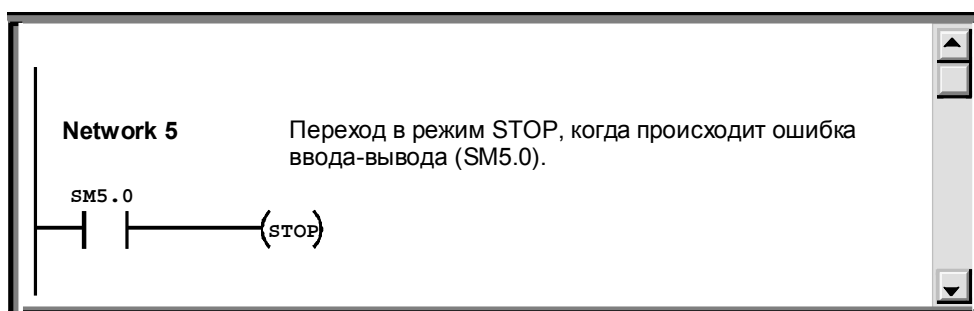

Рис. 4–26. Проектирование программа для обнаружения нефатальных ошибок
- Ошибки выполнения программы. Ваша программа может создавать состояния ошибки во время своего выполнения. Например, указатель косвенного адреса, который был действительным, когда программа компилировалась, может быть изменен во время выполнения программы так, что станет указывать на адрес вне допустимого диапазона. Это считается ошибкой программирования, проявляющейся при выполнении программы. Чтобы определить, какого типа ошибка произошла, используйте диалоговое окно, показанное на рис. 4–25 на странице 4–44.
Когда CPU обнаруживает нефатальную ошибку, он не переключается в режим STOP. Он только регистрирует событие в памяти SM и продолжает выполнение вашей программы. Однако вы можете спроектировать свою программу так, чтобы она принуждала CPU к переключению в режим STOP, когда обнаруживается нефатальная ошибка. Рис. 4–26 показывает сегмент программы, который контролирует бит SM. Эта команда переключает CPU в режим STOP всякий раз, когда обнаруживается ошибка ввода-вывода.